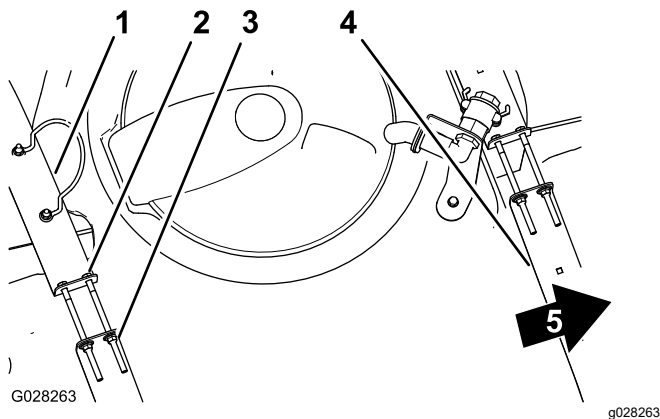

图 33
- 检查药缸箍带与药缸之间是否有任何活动图 33。
- 如果药缸箍带与药缸之间有松动应拧紧箍带顶部的凸缘锁紧螺母和螺栓直到箍带与药缸表面齐平图 33。